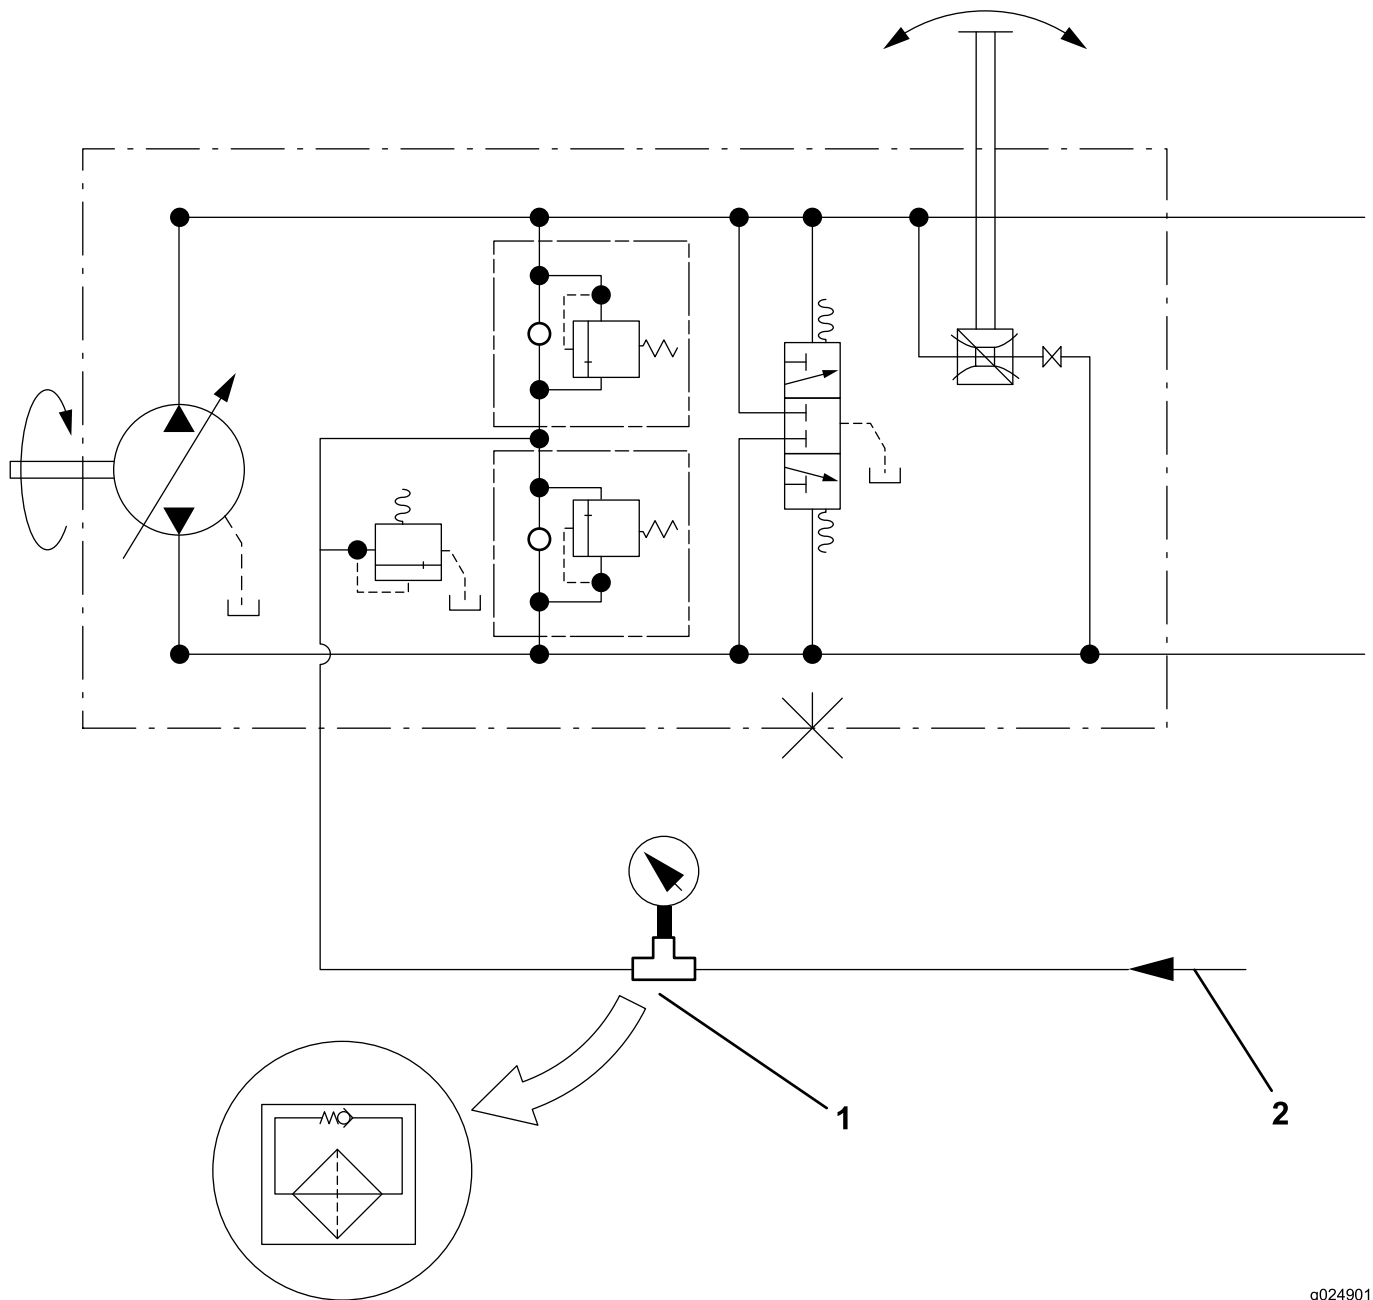

Figura 5
4. Retire el filtro hidráulico de carga menor, e instale un manómetro de 3450 kPa (500 psi) en el tubo de suministro de carga, según se muestra en la Figura 5. Si el manómetro forma parte de un conjunto de caudalímetro, asegúrese de que está sin restricción antes de realizar las pruebas siguientes.